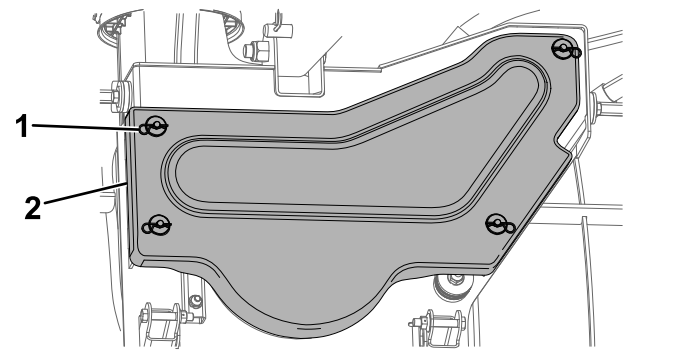

Figure 33
3. Retirez les 4 goupilles fendues qui fixent le protège-courroie (Figure 33).
7. Posez le protège-courroie et fixez-le en place à l'aide des 4 goupilles fendues (Figure 33).